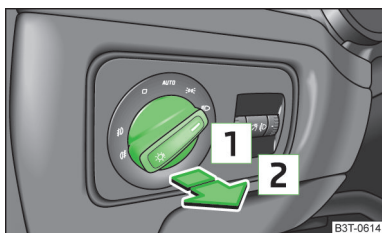

Fig. 34
- Faire tourner le commutateur des feux sur la position ou » fig. 34.
- Faire tourner le commutateur des feux sur la position ou » fig. 34 à la page 53.